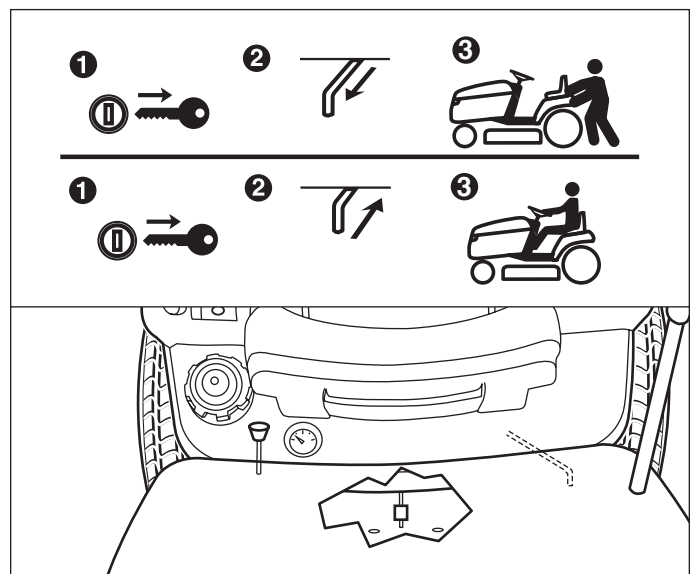

Figure 2. Levier de débrayage de la transmission et réservoir d'essence
1. Retirer le bouchon du réservoir de carburant (A, figure 2).
Serrage du frein de stationnement - Voir la Figure 2. Pour verrouiller le frein de stationnement, relâcher les pédales de vitesse de déplacement (A), appuyer à fond sur la pédale de frein (B), TIRER le bouton de frein de stationnement (C) et relâcher la pédale de frein.
Desserrage du frein de stationnement - Voir la Figure 2. Pour desserrer le frein de stationnement, appuyer à fond sur la pédale de frein (B) et ENFONCER le bouton de frein de stationnement (C).